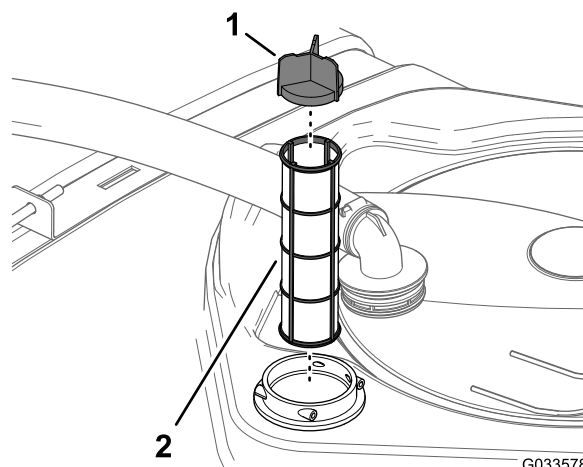

Figura 47
4. Estraiete il filtro di aspirazione dall'alloggiamento del filtro nel serbatoio (Figura 47).